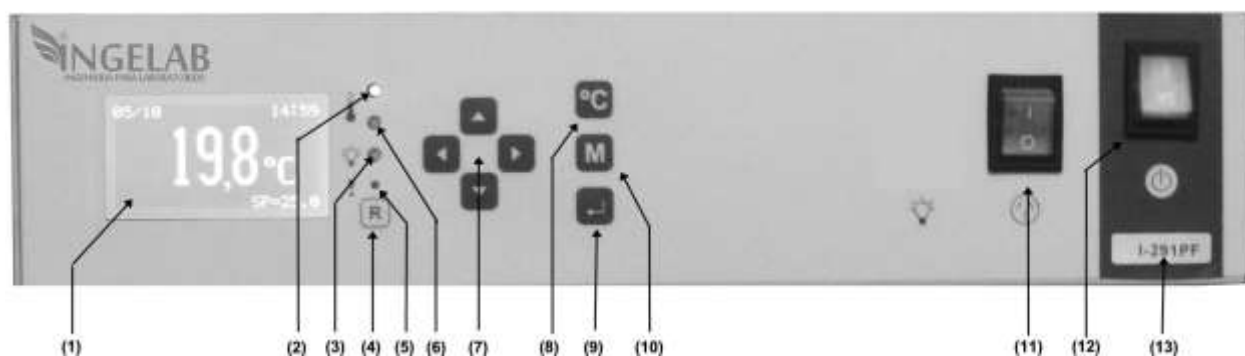

Fig.1
Oprimiendo la tecla **°C** del teclado (fig.1 (8)), la sigla SP del display que indica la temperatura de ajuste (fig.2 (D)) se hará intermitente.
Durante el funcionamiento de la incubadora, los LEDs azul y rojo indicarán el accionamiento del compresor (frío) y de la resistencia calefactora (calor) respectivamente (fig.1 (2) y (6))